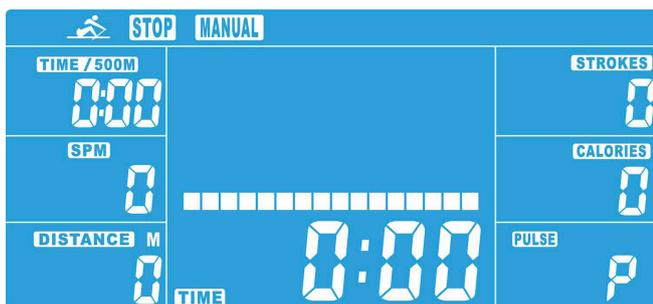

Abbildung 2
2. Schieben Sie den Sitzschlitten (25) auf die Laufschiene (19). Montieren Sie dann die Stopper (61) mit einer Mutter (96) und dem Bolzen (85) an der Laufschiene – siehe Abbildung 2.
3. Drücken Sie UP oder DOWN, um den Zielwert für TIME/DISTANCE/CALORIES/PULSE einzugeben. Bestätigen Sie mit ENTER, Abb. 2.